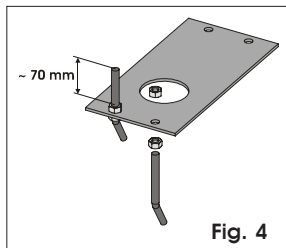

Fig. 4
1) Assemblare la piastra di fondazione come da Fig.4.